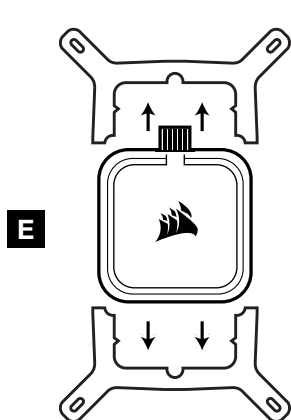

Figure 1
- > Pour retirer le support de fixation Intel intégré (Figure 1).